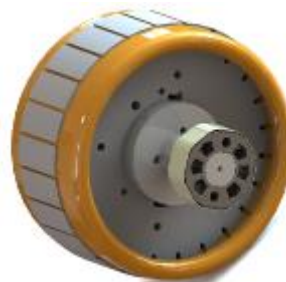

Abbildung 14.24: Erregerrotor und PMG-Rotor
- Montieren Sie den Erregerrotor und den PMG-Rotor mit der neuen Buchse gemäß Abbildung 14.24.